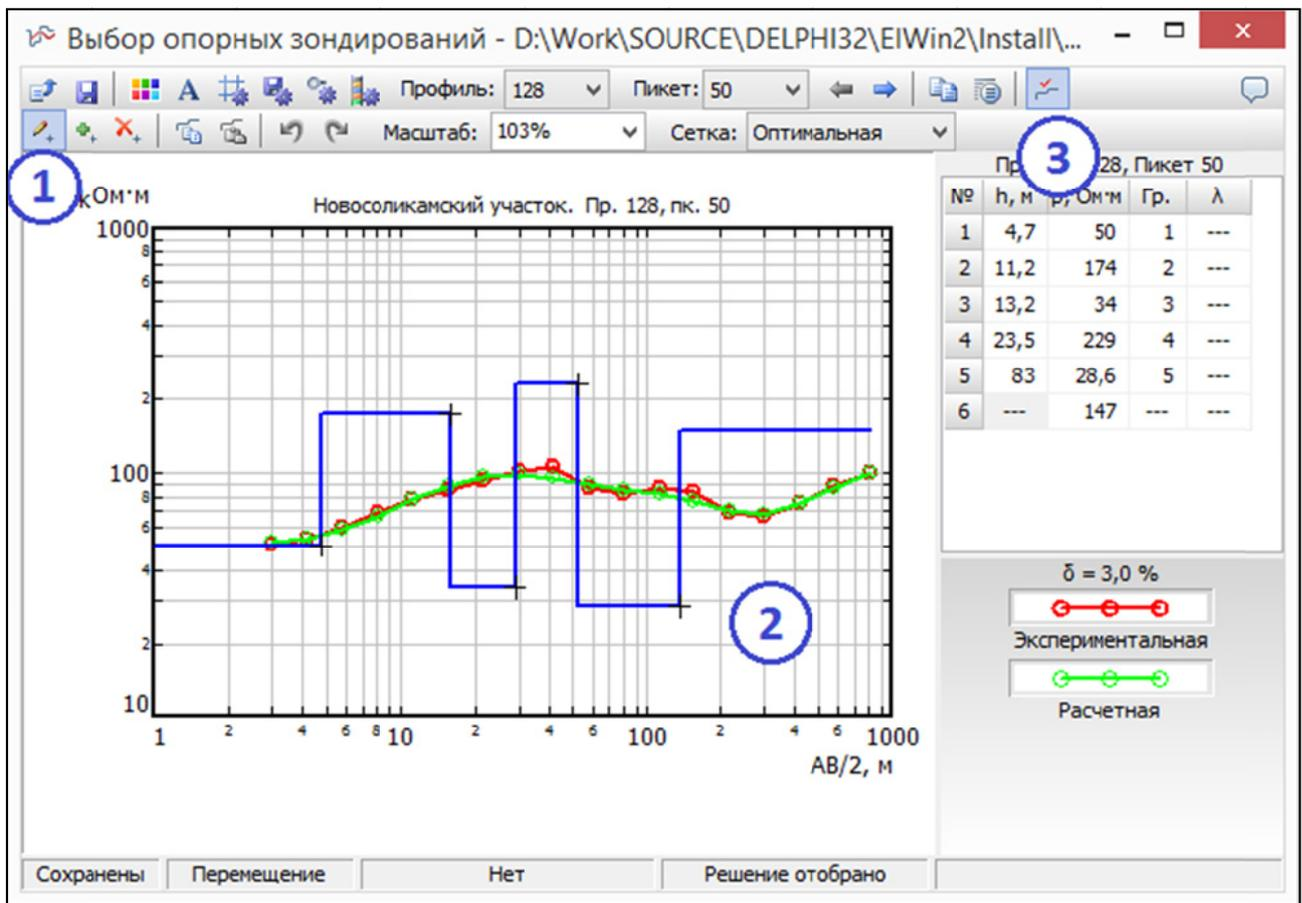

Рис. 6.2.2. Окно редактора опорных зондирований
- нажмите кнопку  на панели инструментов (рис. 6.2.2, цифра 1);